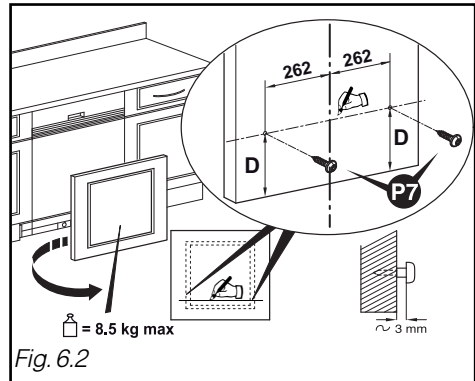

Fig. 6.2
- Calcular a cota  $D = A - B$ , fazer um traço na cota **D** atrás do painel, na parte inferior (Fig. 6.2)
- Posicionar as duas localizações do parafuso a 262 mm do eixo do painel de madeira. Pôr os 2 parafusos **P7** (Fig. 6.2).